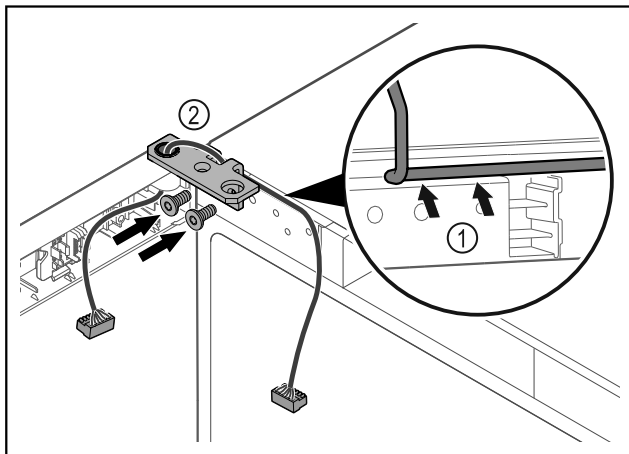

Fig. 38
- ▶ Prevlečte kábel cez vybrané uholníka závesu a opatrne ho položte Fig. 38 (1).
- ▶ Naskrutkujte uholník závesu Fig. 38 (2).